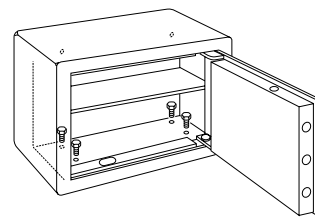

Fig. 2
- Posizionare la cassaforte a porta aperta e dall'interno inserire le viti di fissaggio nei relativi fori, serrandole successivamente (vedi fig. 2). La cassaforte è a questo punto ancorata.